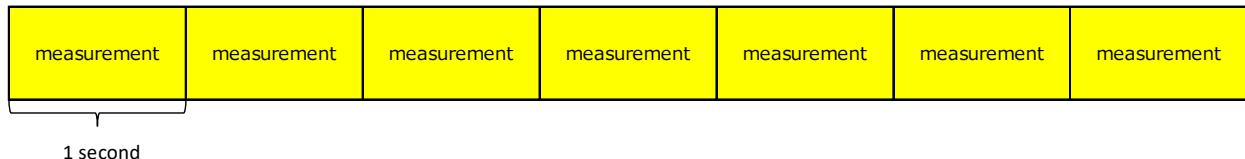

Fig. 10. 連続測定モード (Continuous measurement mode) \*default setting
- ・下図の Fig.10 に示すように、デフォルト設定では、電源投入後に約 1 秒に 1 回の測定を連続して実施する「連続測定モード」になります。
- As shown in Fig.10 below, the default setting is "continuous measurement mode" in which measurement is performed once per second continuously after power on.